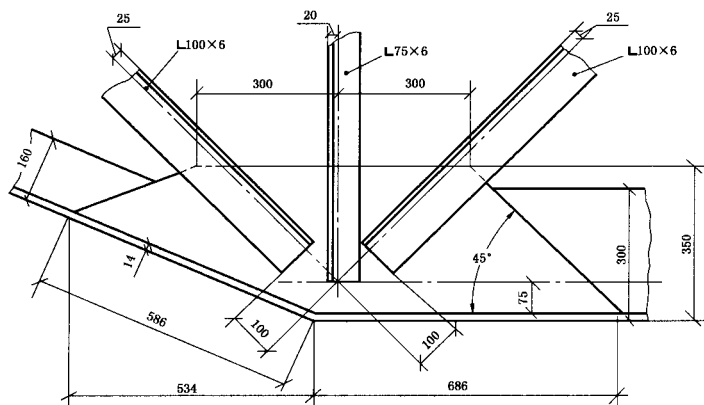

图 11 尺寸线终端采用斜线形式时的尺寸注法
- 斜线: 斜线用细实线绘制, 其方向和画法如图 10 所示。当尺寸线的终端采用斜线形式时, 尺寸线与尺寸界线应相互垂直, 如图 11 所示。